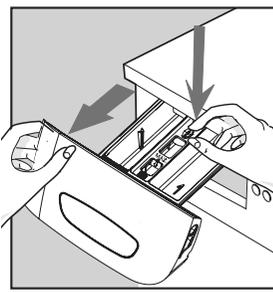

fig. 6P
- Pour nettoyer le compartiment 3, sortir le bac-tiroir le plus loin possible par l'avant (fig. 6P), appuyez le *pouce* sur le *système de déverrouillage* (avec le mot 'PUSH') et sortez le tiroir entièrement. Retirez l'*élément libre* du compartiment 3 et nettoyez le compartiment. Remettez l'élément en place.